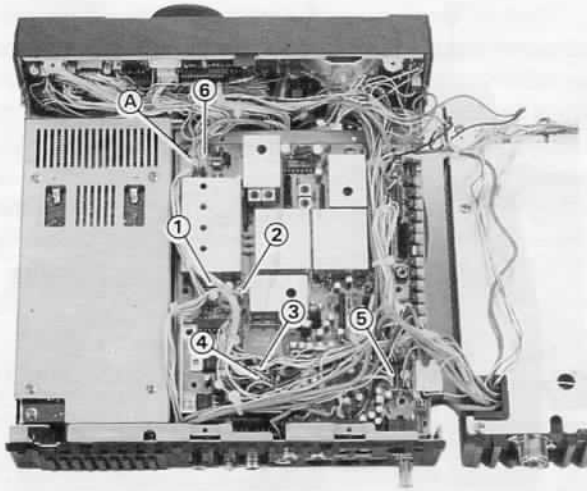
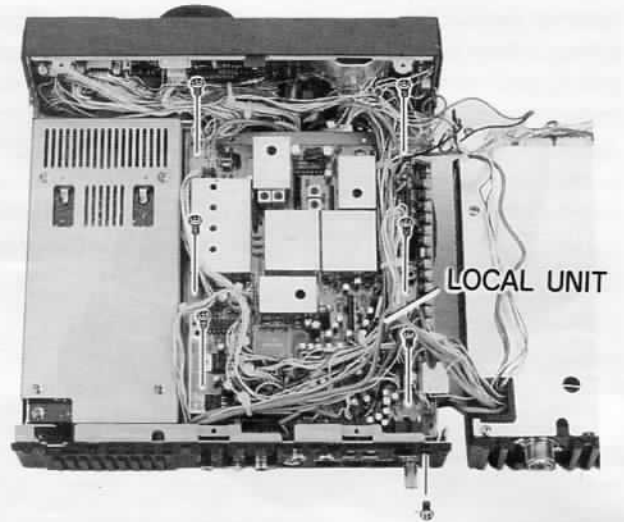

Abbildung 6: Verbindungen auf der Oszillator-Platine mit abgenommenen Abschirmdeckel
Abbildung 7: Mit diesen vier Schrauben ist die Oszillator-Platine befestigt
– Um die Lötseite der HF-Platine zugänglich zu machen, lösen Sie zunächst den Kabelbaum aus der Kunststoffhalterung A in Abbildung 6. Danach lösen Sie die Kabelverbindungen von 1 bis 6 (s. Abbildung 6). Nun können Sie den TCXO-3 montieren.
– Setzen Sie die Oszillator-Platine nun wieder an ihre Stelle, ohne irgendwelche Kabel einzuklemmen. Stellen Sie die Kabelverbindungen 1 bis 6 (Abbildung 6) wieder her. Die Tabelle „Farbcodierung der Kabel auf der Oszillator-Platine“ hilft Ihnen dabei. Danach schrauben Sie die Platine wieder mit den sechs Schrauben fest (Abbildung 7).